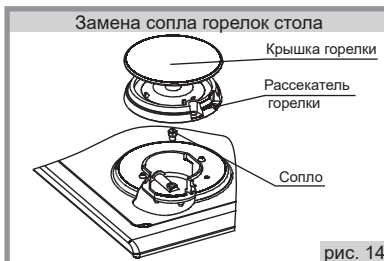

рис. 14
19.1. Проведение замены сопла при ремонте, а также при переводе на другой тип газа (рис.14, 15, 16)